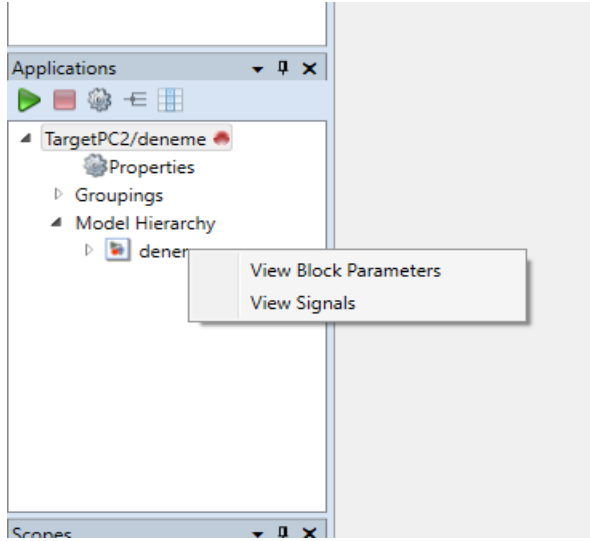

Fig.14. Application penceresi
- Sol tarafta bulunan “Applications” penceresi (Fig.14) içinde bulunan simulink modelinize sağ tıklayın. Örnek olarak eğer bir sinyali izlemek istiyorsanız açılır menüdeki “View Signals”a tıklayın. Pencereyi yan yana şekilde ayarlayın (Fig.15) ve istediğiniz sinyali component üzerine sürükleyip bırakın. Not input output uyumuna dikkat edin görselde gösterildiği gibi bir slider SG'ye output olabilir ama input olamaz. Parametre set etmek için de aynı şeyleri yapabilirsiniz.